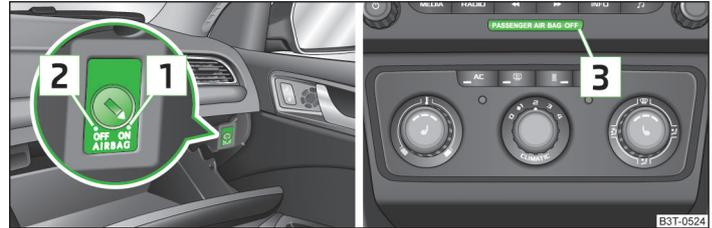

Abb. 154 Schlüsselschalter für Beifahrer-Frontairbag / Kontrollleuchte für Beifahrer-Frontairbagab-/einschaltung
- › Die Kontrollleuchte **OFF**   **3** » Abb. 154 auf Seite 192 leuchtet nach dem Einschalten der Zündung auf.
- › Mit dem Schlüssel den Schlitz des Schlüsselschalters in die Position **2** » Abb. 154 **OFF** drehen.
- › Mit dem Schlüssel den Schlitz des Schlüsselschalters in die Position **1** » Abb. 154 **ON** drehen.